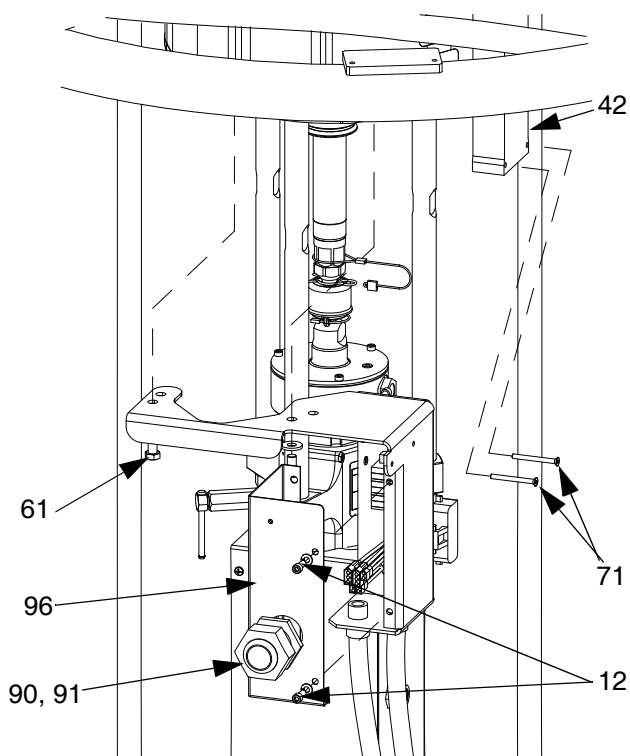

FIG. 35: Verwijder de contactdoos van D200 en D200s.
Voor volgplaten van 55 gallon (toevoersystemen D200 en D200s): verwijder de contactdoos van de volgplaatstang. Plaats de contactdoos op de luchtgedreven motor en maak daarbij gebruik van twee schroeven (61). Zie FIG. 35.